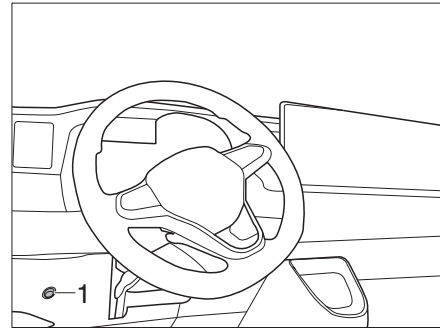

Bild 323 Ein-/Ausschalter LED-Lightbar
- ▶ Regelmäßig die Funktion der Lightbar und des Ein-/Ausschaltknopfs (Bild 323,1) überprüfen.
- Ein-/Ausschaltknopf (Bild 323,1) links unter dem Lenkrad betätigen.